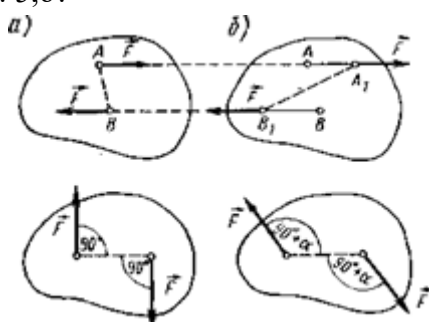

Рис. 5
6. Изменяются ли моменты пар сил, если положения сил, показанные на рис. 5,а, изменить на положения, показанные на рис. 5,б?